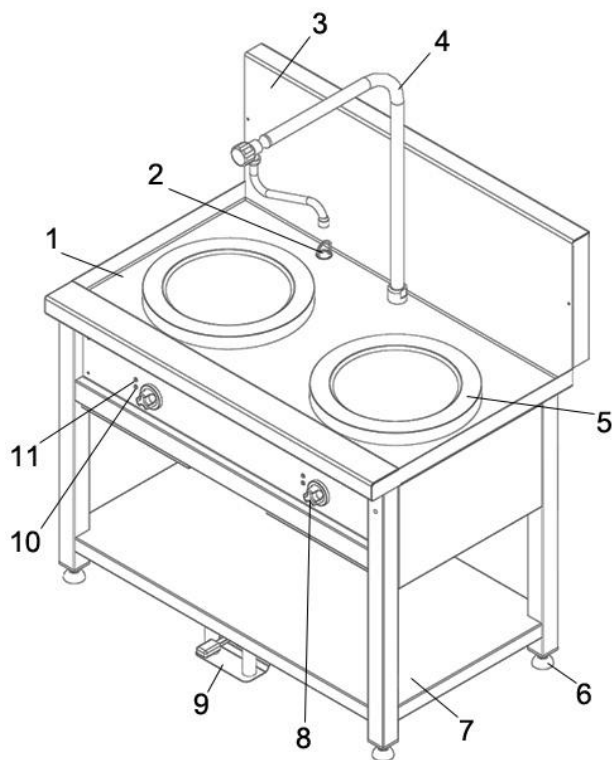

Рис. 1 Общее устройство индукционной вок-плиты
На рис.1 представлено общее устройство индукционной вок-плиты.
На столешнице 1 (рис.1) располагаются 2 вок-конфорки 5 (рис.1) и отверстие для слива в канализацию с затычкой 2 (рис.1). Интенсивность нагрева конфорок регулируется ручками 8 (рис.1). Также на лицевой панели плиты располагается индикатор работы плиты и возможных ошибок 10 и 11 (рис.1).
Горизонтальность плиты выставляется с помощью регулируемых по высоте ножек 6 (рис.1). Плита имеет защитный борт от брызг воды 3 (рис.1) и кран 4 (рис.1) с управлением ножной педалью 9 (рис.1). На полке 7 (рис.1) можно размещать кухонный инвентарь.
- Плавно поверните регулятор 8 (рис.1) **по часовой стрелке** и установите необходимую для работы мощность от 1 до 8 (точки, находящиеся между цифрами, также являются полноценными уровнями мощности).
- Переключение режимов сопровождаются одиночным миганием красного индикатора 11 (рис.1) и коротким звуковым сигналом.
- Если конфорка «видит» посуду, то зеленый индикатор 10 (рис.1) загорится ровным светом. Если конфорка «не видит» посуду – зеленый индикатор будет мигать.